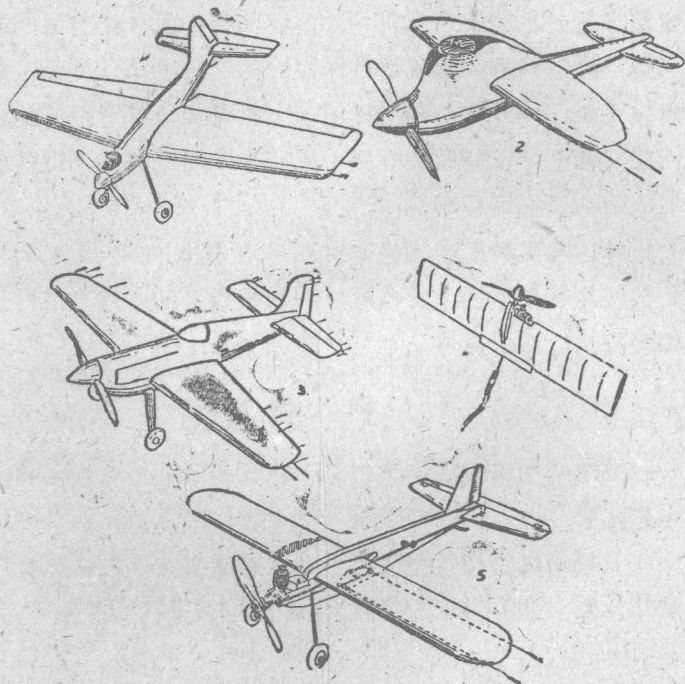

图5 綫操縱模型飞机的种类
(1) 綫操縱特技模型飞机——装有活塞式发动机，可以做筋斗、倒飞和8字等很多特技动作，用来竞赛操縱技术，见图5中①。
(2) 綫操縱竞速模型飞机——装有活塞式或噴气式发动机，用来竞赛速度，见图5中②。
(3) 綫操縱小組竞速模型飞机——装有活塞式发动机，也用来竞赛飞行速度。竞赛时，由駕駛員和“机械員”各一人組成小組参加，故名小組竞速。竞赛时，还規定由三个小組在場内同时放飞，见图5中③。
此外，还有綫操縱空战模型飞机，见图5中④。式样和特技模型飞机相仿，但更灵活，一般都做成飞翼形状。用来竞赛操縱技术和策略。竞赛时，有两个运动員一同在場内放飞，双
适宜于初学者用的練習机見图5中⑤。